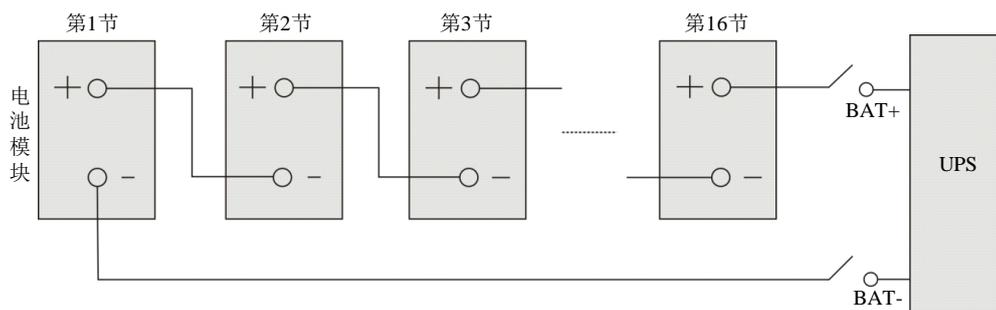
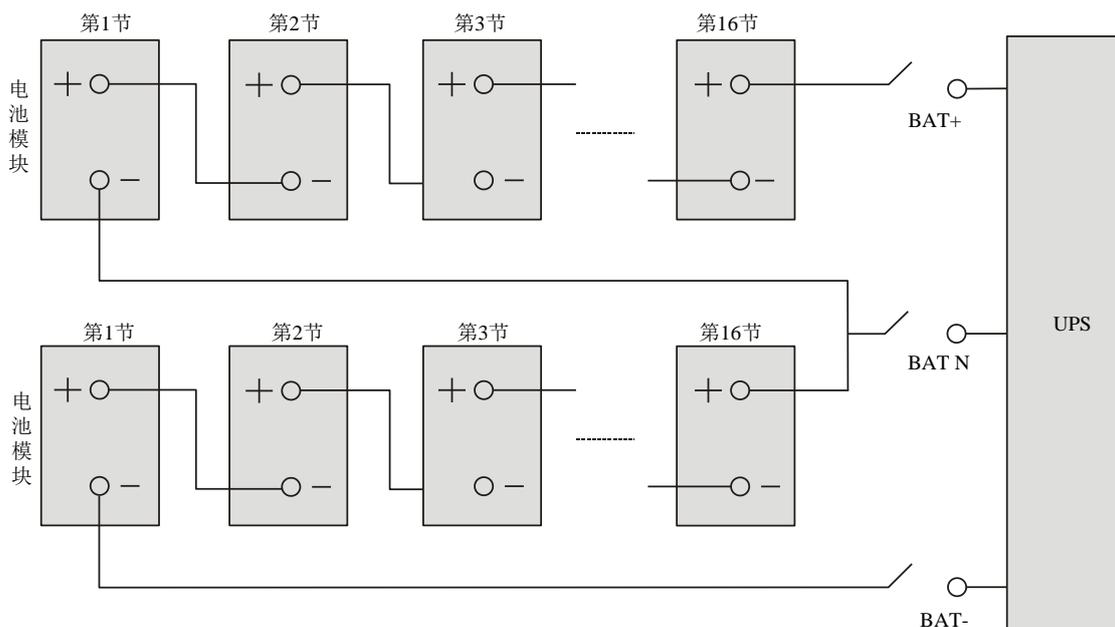

图2-31 电池组接线原理图（5kVA/6kVA/10kVA）
图2-32 电池组接线原理图（16kVA/20kVA）
1. 5kVA/6kVA/10kVA: UPS 出厂默认电池节数 16 节，用户自行配电的外接电池组接线原理图如图 2-31 所示。
2. 16kVA/20kVA: UPS 出厂默认电池节数 32 节，正负电池组各 16 节，用户自行配电的外接电池组接线原理图如图 2-32 所示。
<p>1. 如图 2-31 和图 2-32 所示，电池组和 UPS 之间必须加配直流电池空开。</p> <p>2. 电池组电压为直流高压，空开及输出电缆的容量见表 2-4。</p>